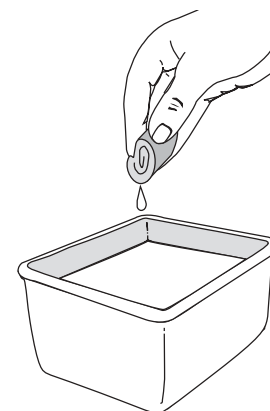

Fig. 19
3. Lavez le filtre dans un mélange d'eau et de détergent (Fig. 19). Rincez le filtre abondamment. Essorez l'excédent d'eau. Laissez sécher complètement.